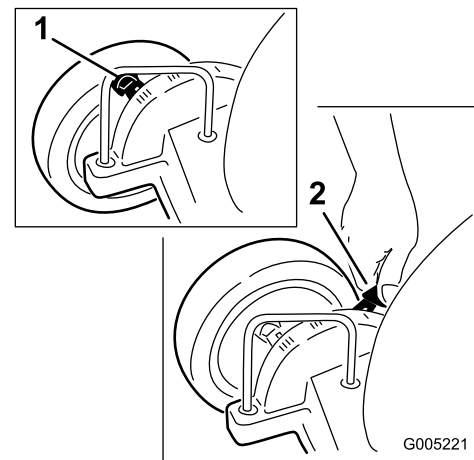
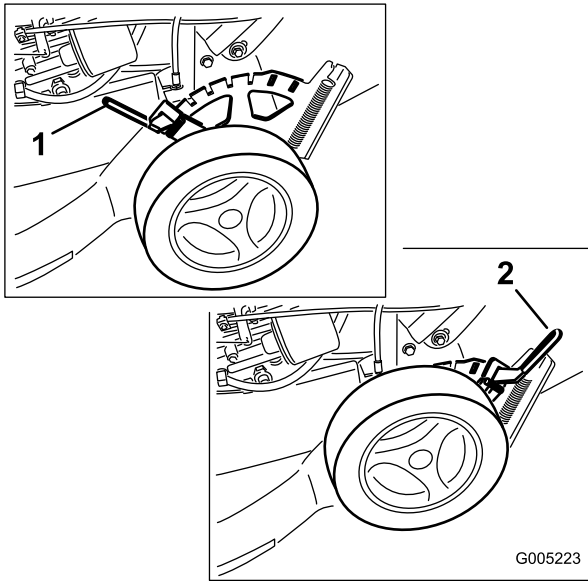

Bild 16
Bild 17
Die Vorderräder werden einzeln mit einem Hebel für das Einstellen der Radhöhe eingestellt (Bild 16). Die Hinterräder werden zusammen mit einem Hebel zum Einstellen der Radhöhe eingestellt, der sich über dem linken Hinterrad befindet (Bild 17).
1. Ziehen Sie jeden der Radhöhenstellhebel zum Rad (Bild 16) und schieben Sie ihn in die gewünschte Stellung.
1. Ziehen Sie den Einstellhebel für die Radhöhe heraus und schieben Sie ihn in die gewünschte Stellung (Bild 17).